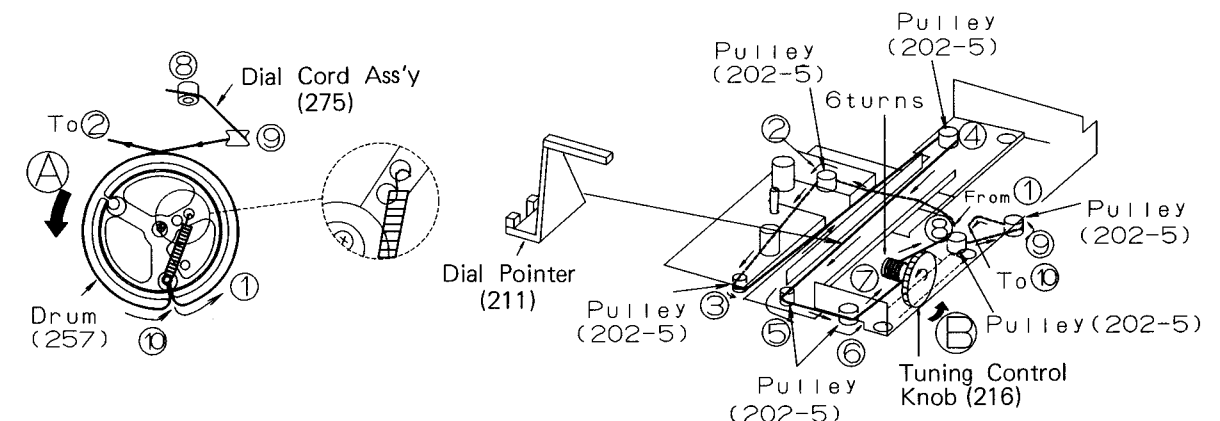
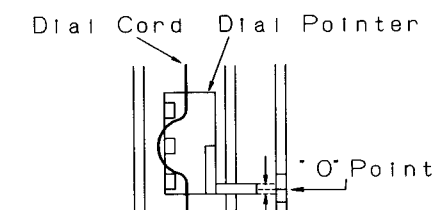

Figure 4-1
Figure 4-2
1. Turn the drum fully in the direction A shown in Fig. 4-1 and stretch its cord over the parts in the numerical order.
2. Then turn the tuning control shaft fully in the direction B shown in Fig. 4-1 and fix its pointer as shown in Fig. 4-2.
1. Die Trommel gemäß Abb. 4-1 bis zum Anschlag in Richtung A drehen, dann die Schnur in der numerischen Reihenfolge über die einzelnen Teile spannen.
2. Die Abtaststellerachse gemäß Abb. 4-1 bis zum Anschlag in Richtung B drehen, dann den Zeiger gemäß Abb. 4-2 befestigen.
1. Tourner le tambour entièrement dans le sens A montré sur la Fig. 4-1 et passer le cordon sur les organes indiqués et dans l'ordre numérique.
2. Tourner l'arbre de commande d'accord entièrement dans le sens B montré sur la Fig. 4-1 et fixer son index comme le montre la Fig. 4-2.